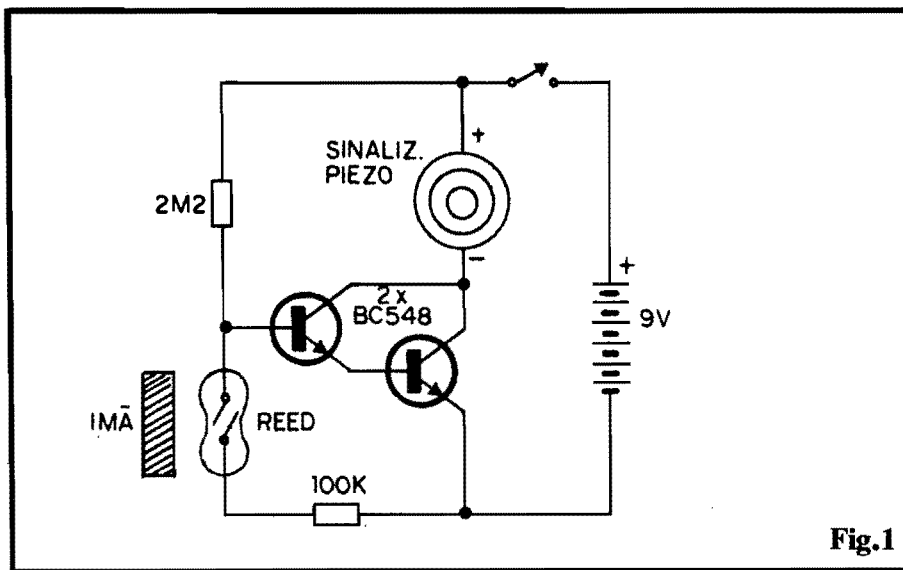

Fig.1
- FIG. 1 - O CIRCUITO - Mais uma prova viva de que, na moderna Eletrônica, muitas vezes pode-se obter "um monte" a partir de "quase nada"...! O "miolo" do circuito é um mero super-amplificador C.C., baseado num par de transístores super-comuns, os "universais" BC548 (ou quaisquer